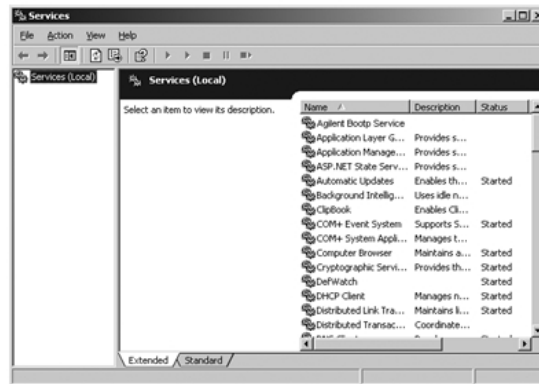

Figure 46 Écran des services de Windows
- 1 Dans la fenêtre du panneau de configuration (Control panel), sélectionner **Administrative Tools > Services > (> Outils d'administration > Services >)**. L'écran **Services** s'ouvre, cf. Figure 46, page 263.